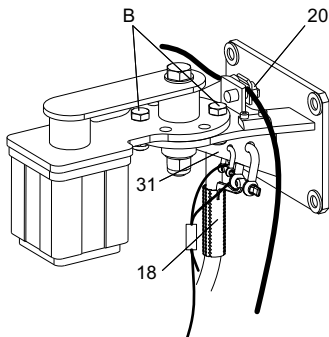

Рис. 14 Кронштейн верхнего крепления с подъёмным и страховочным тросами и кабельным разъёмом.
21. Прикрепить фиксатор кабеля (поз. 18) к кронштейну верхнего крепления с помощью скобы и протянуть через него кабель электродвигателя настолько это необходимо. См. рис. 14. Кабель электропитания должен быть слегка натянут.